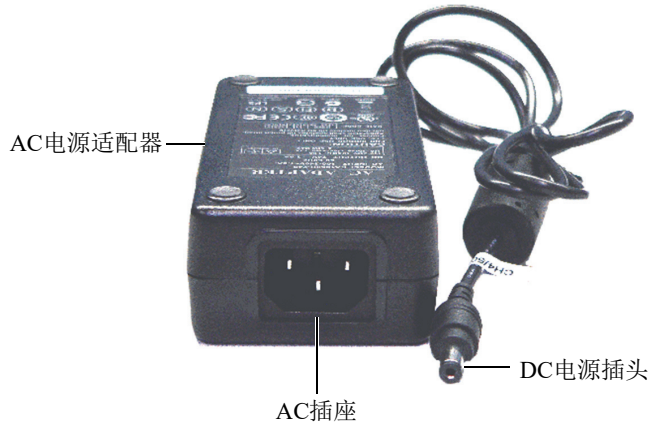

图 3-4 AC电源适配器
2. 将AC电源线的另一端插入到AC电源适配器的AC插座中（参见第60页的图 3-4）。